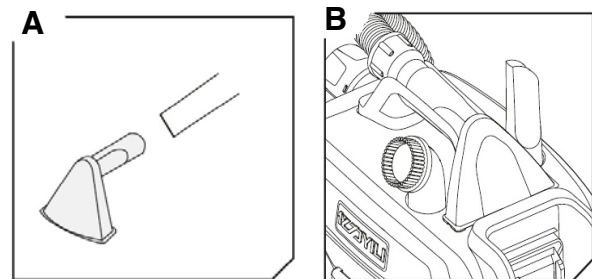

Abb. 6: Zubehör
**Aufbewahrung des Zubehörs:** Setzen Sie das Zubehör (z.B. Rundbürste oder Flachsaugdüse) direkt in den dafür vorgesehenen Halter auf dem Deckel ein. (Abb.6,B).